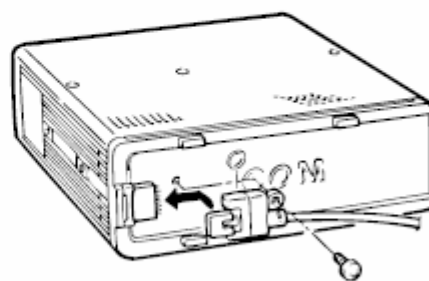

fig. 2
- 2) Coloque o conector OPC-581 opcional ao corpo principal e aperte os parafusos fornecidos, conforme mostra a fig. 2.